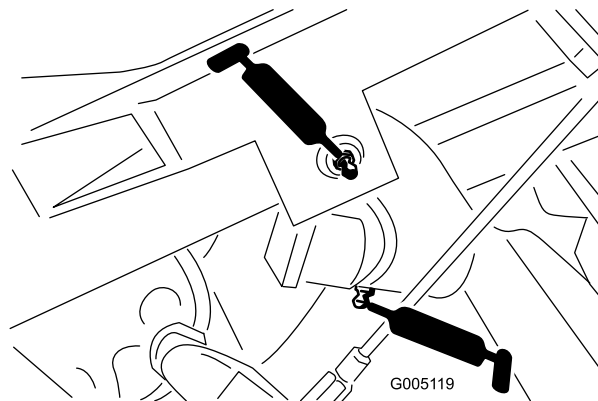

Figura 27
- Perno del braccio di sollevamento (3) e cerniera del perno (3) (Figura 27).